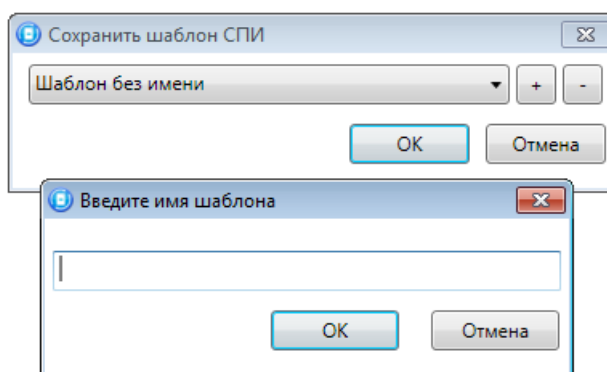

Рисунок 4.48 — Сохранение шаблона
- *Сохранить шаблон настроек:* открытие окна *Сохранить шаблон СПИ* (см. рисунок 4.48), с помощью которого может быть сохранена конфигурация ПОО контроллера в составе СПИ в качестве шаблона.